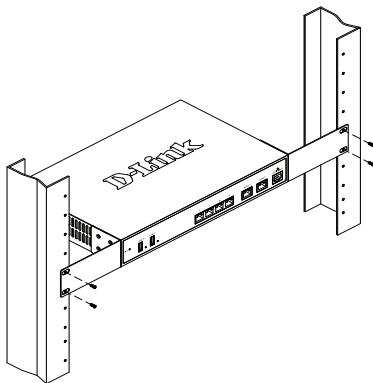

Figura 4. Instale el controlador inalámbrico en un estante de equipos de tamaño estándar
2. A continuación, utilice los tornillos suministrados con el estante de equipos para montar el dispositivo en el estante como se muestra en la figura 4.